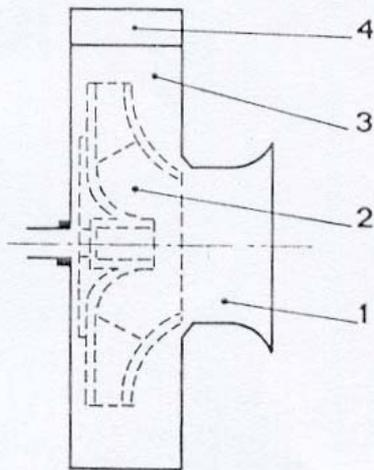

Fig. 38
nous aurons donc (fig. 38) un pavillon d'aspiration (1) une roue (2) clavetée sur l'arbre d'entraînement, une volute (3) en forme de colimaçon. Les filets d'air qui se présentent à l'entrée de la roue parallèlement à l'axe de rotation s'infléchissent dans la turbine et quittent la roue dans une direction perpendiculaire à l'axe de rotation à vitesse élevée. La volute a pour rôle de faire chuter cette vitesse afin d'augmenter la pression de sortie de l'air. Pour des débits importants le ventilateur peut être à deux ouïes, l'aspiration de l'air se faisant de part et d'autre de la volute (fig. 39).